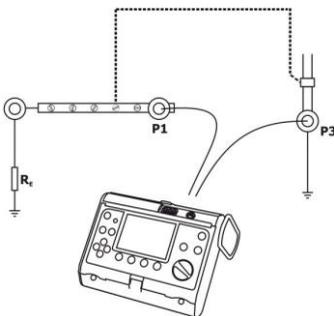

Abb. 17. Anschließen des Messgeräts
- schließen Sie das Messgerät per Kabel gemäß Abb. 17 an die Netzbuchse auf der Tafel an,